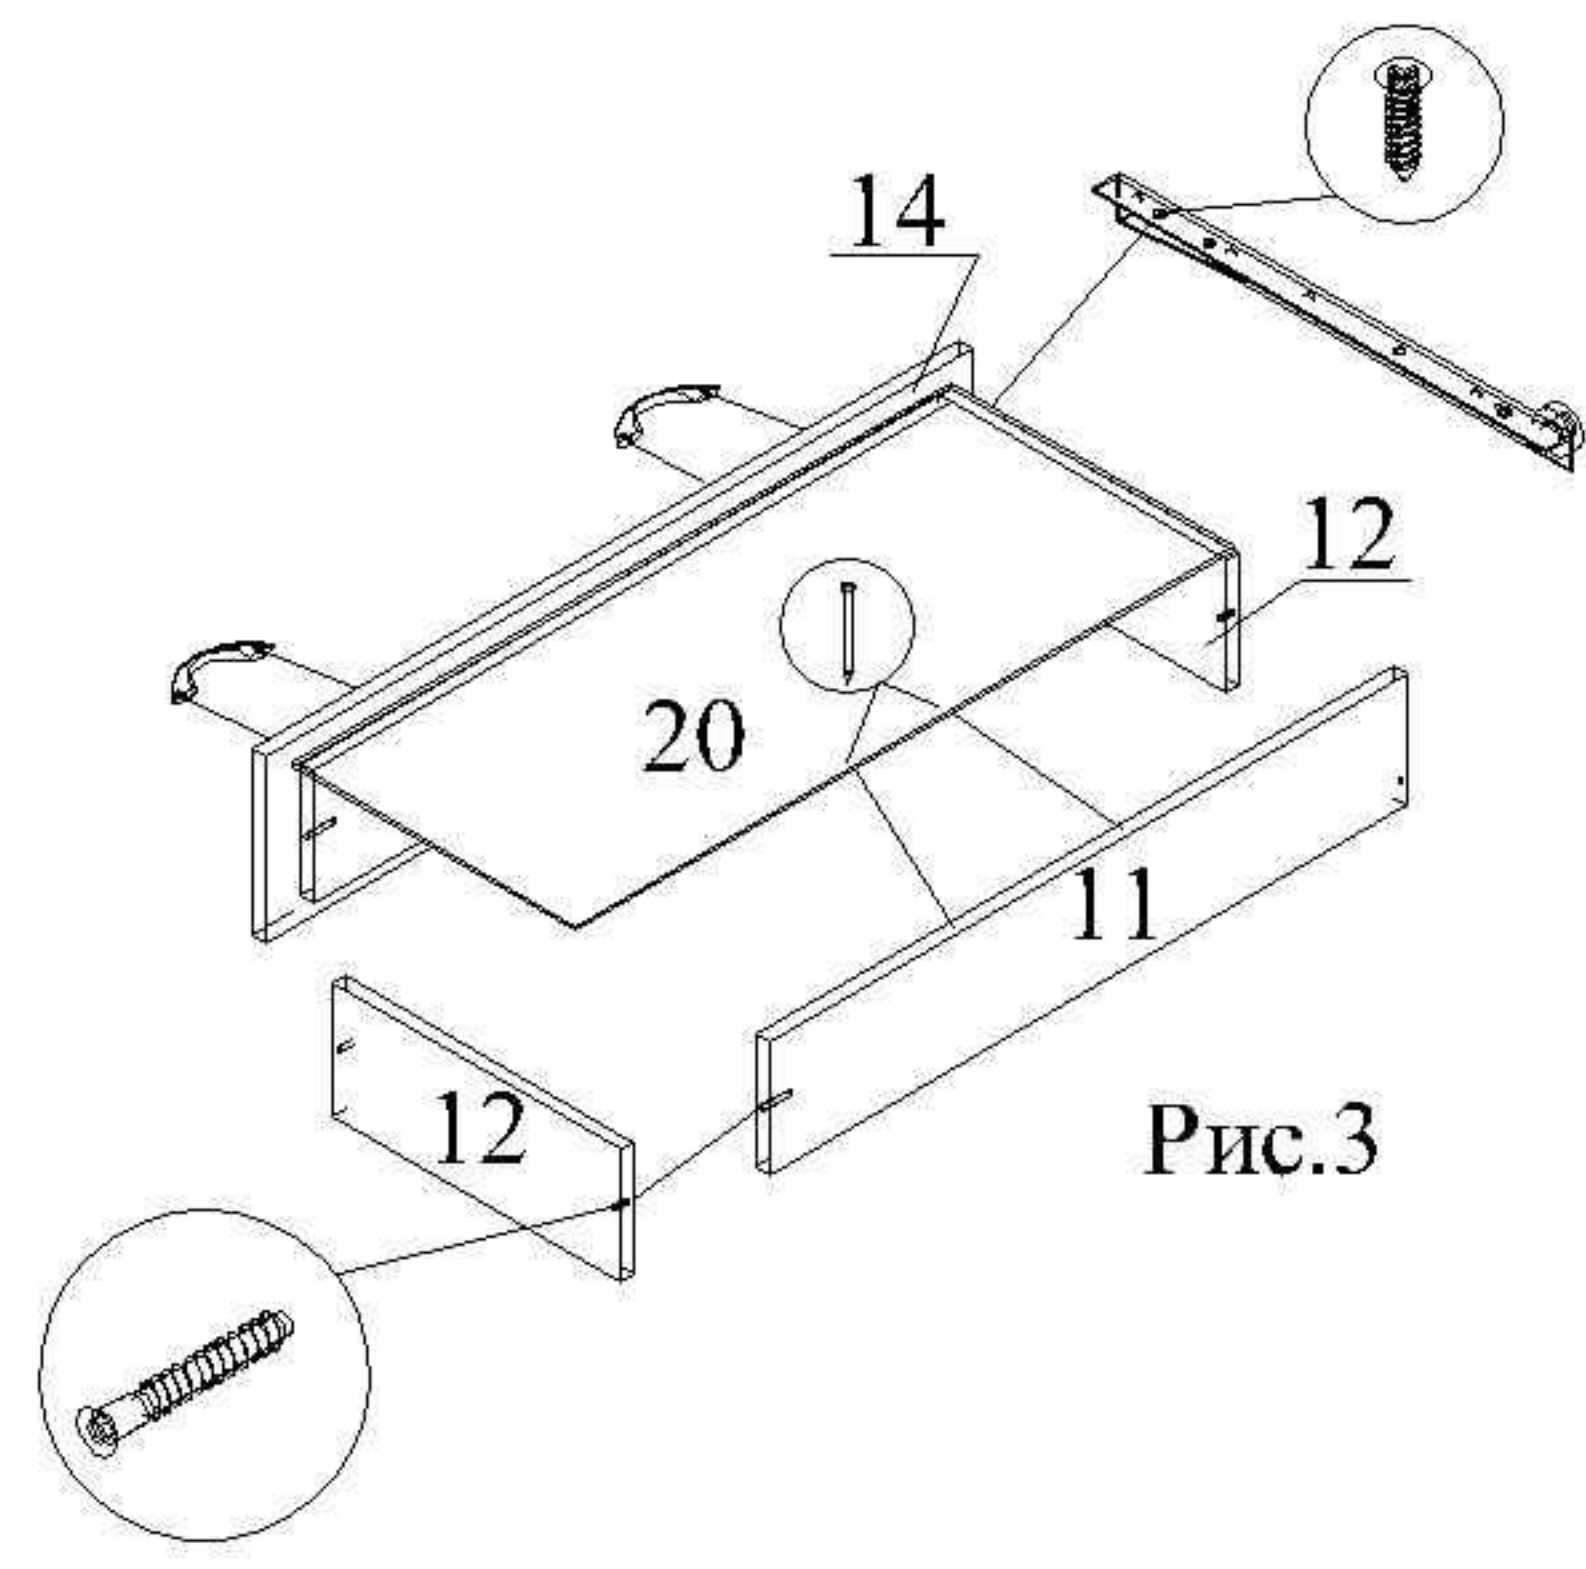

Рис.3
24. Крепить детали 11 и 14 к деталям 12 с помощью евровинтов (рис.3).